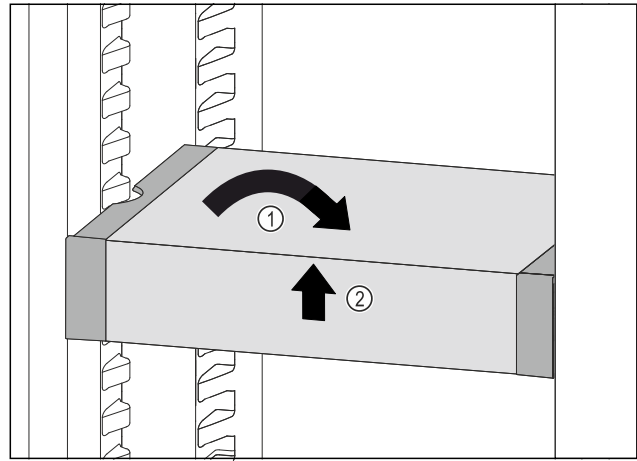

Fig. 88
- ▶ VarioSafe gerade stellen. Fig. 88 (1)
- ▶ VarioSafe vorne anheben. Fig. 88 (2)